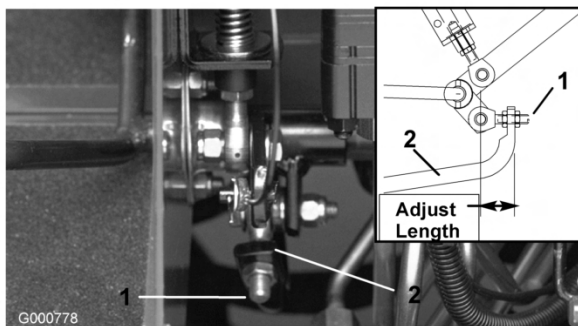

図 59
4. 前への動きを止めたい場合は、ポンプ・ロッドの端部にあるジャム・ナットを回してポンプ・コントロール・チューブ（図 59）を前へ動かす。後への動きを止めたい場合は、後へ動かす。